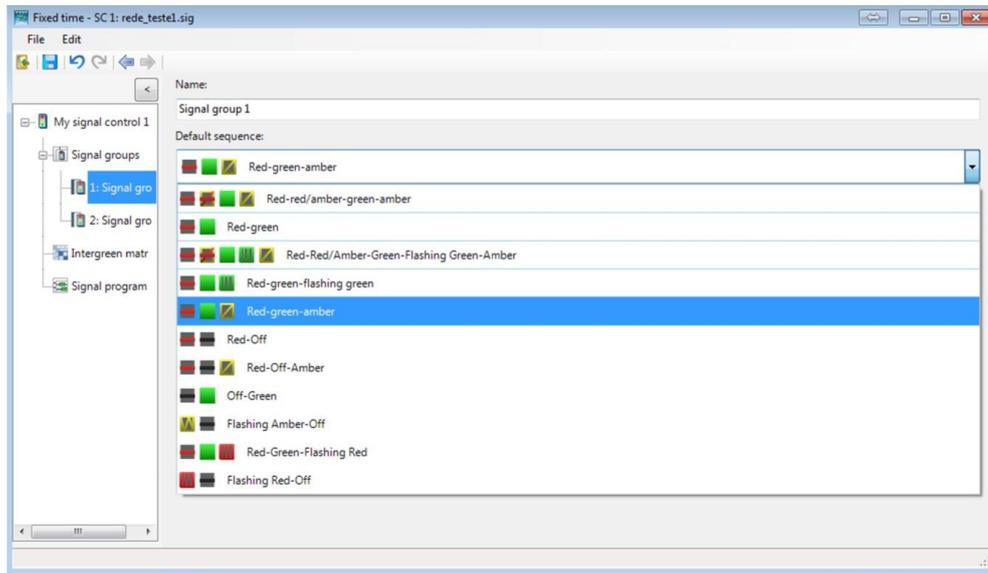

Figura 8
11. Expanda o menu **Signal Groups** clicando no cursor em cruz (árvore de diretório) para configurar cada grupo. Na opção **Default Sequence:** Selecione a configuração **red- green-amber** (Figura 8) e não altere os valores de tempo, conforme Figura 8. Repita o procedimento para o segundo